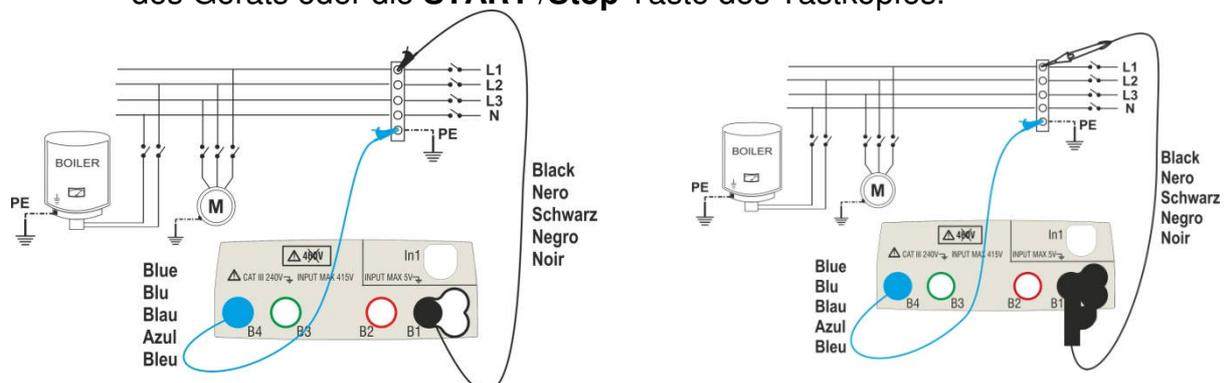

Abb. 8: Geräteanschluss mit Einzelkabeln und Tastkopf
6. Verbinden Sie die Krokodilklemmen und/oder die Messkabel und/oder den Tastkopf mit den Enden der zu testenden Leiter wie in Abb. 8 und Abb. 9. gezeigt